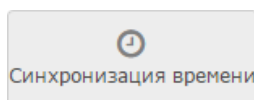

Рисунок 9.77 — Кнопка **Синхронизация времени**
2. В списке устройств сети выберите требуемое устройство(а), нажмите на кнопку **Синхронизация времени** (рисунок 9.77).
2. В списке устройств сети выберите требуемое устройство(а), нажмите на кнопку **Удалить узлы** (рисунок 9.77).